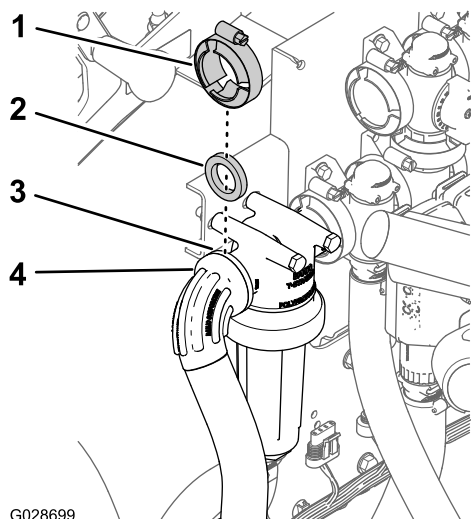

Figura 40
4. Alinhe o cotovelo flangeado e a junta que retirou. Prenda o cotovelo e o tubo com a braçadeira de tubos (Figura 40) que retirou em 3 de Retirar o tubo de entrada (página 19).
5. Fixe o tubo de entrada na cabeça do filtro de pressão com a junta e o grampo flangeado (Figura 40) que retirou em 1 de Retirar o tubo de entrada (página 19).